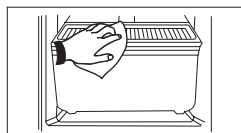

Fig.2
- Si hay residuos de agua o alimentos, saque todos los accesorios y limpie el refrigerador usando un paño suave, humedecido con agua al clima y una pequeña cantidad de detergente líquido neutro (o con bicarbonato disuelto en agua 1 cucharadita por litro de agua). Enjuague perfectamente y seque. Ver Fig. 2